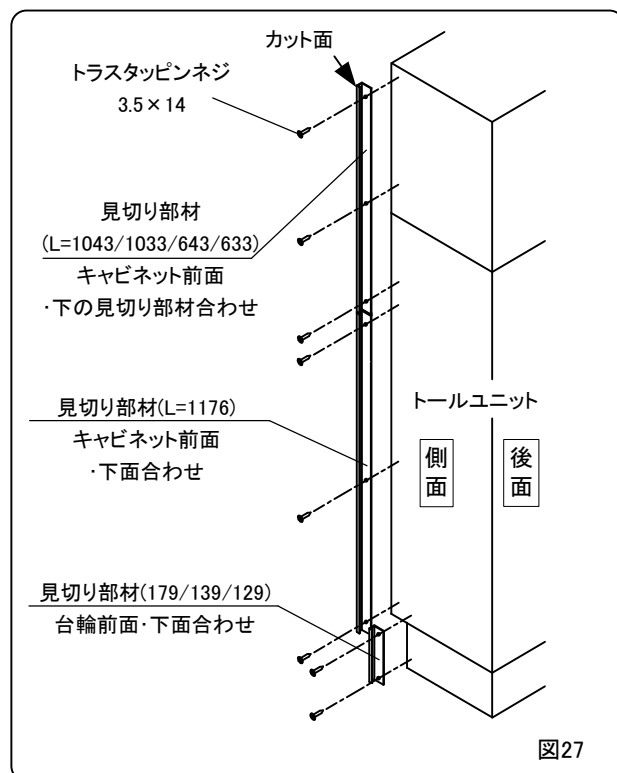

図27
- ④見切り部材をネジ(トラスタッピンネジ3.5 x 14)で固定する。(図27)